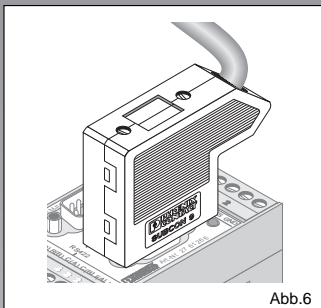

Abb.6
- **SUB-D-Steckverbinder** (Abb. 6)